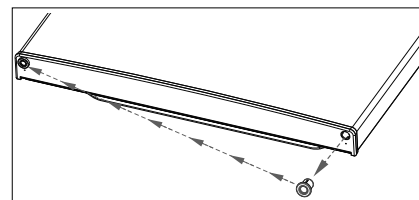

Fig. 10
- ▶ Cambie el casquillo de bisagra de la parte inferior de la puerta del congelador igualmente al lado izquierdo (fig. 10).